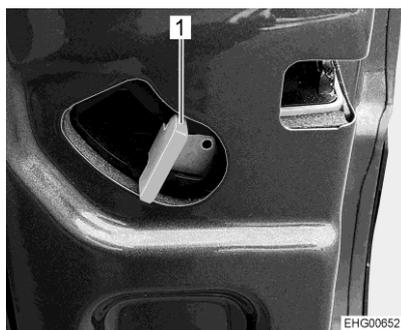

Fig. 14 Maniglia per aprire le porte di coda
- Spingere in alto la maniglia (Fig. 14,1) e aprire le porte di coda fino all'arresto.